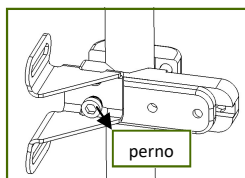

Fig. 6: Perno di appoggio
- poggiare lo schienale sugli attacchi inferiori prestando attenzione a far poggiare la staffetta sul perno come mostrato in fig. 6 (se dovessero esserci problemi allentare le staffette e procedere al corretto posizionamento)